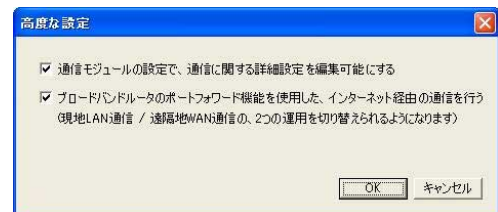

図 14. 高度な設定
- (2) 「MAPエディタ」～「高度な設定」を選択し。図14のようにレ点を入れ、「OK」ボタンを押します。